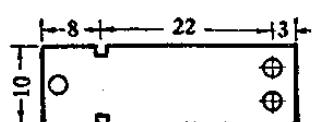

图 9-20
3. 衔铁：基本上与前面一只继电器的衔铁相同，式样大小如图 9-20，也是用 2 毫米厚的铁片制成的，事前最好也象铁心那样放在炉火中处理一下。图上 8 毫米处的缺口，可用钢锯条锯或用薄锉刀锉出来，深和宽各 1 毫米，将来缺口正好装在支架前面的方孔里的，